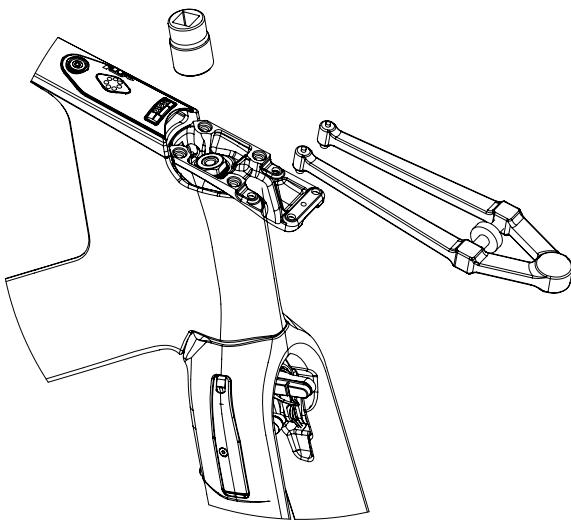

Fig. 11
- 1- Maintenir la fourche pour ne pas qu'elle tombe, et défaire l'écrou de serrage potence ⑥ à l'aide d'une clé à douille 6 pans de 18mm. Mettre de côté l'écrou.
- 2- S'il s'agit du premier montage, retirer la pièce plastique rouge ⑤ .
- 3- Insérer la partie inférieure de la potence ① sur la fourche, en s'assurant que le jeu de direction soit correctement installé. Veiller à faire passer la gaine de frein arrière dans le trou oblong de la potence.
- 4- Appliquer 3 gouttes de frein-filet normal (type Loctite bleue 243) sur le taraudage de l'écrou ⑥.
- 5- Remettre en place l'écrou ⑥ et serrer au couple de **55Nm**. Cette opération nécessite de bloquer la fourche, pour cela utiliser une clé à ergot (Fig. 11) positionnée dans les perçages de la potence servant à la fixation du cintre. Durant le serrage, le système de clavette permet un auto-alignement de la potence avec la fourche.
6- Enfiler alors la fourche, puis remonter la potence et pré-visser l'écrou ①. Le serrer au couple de 55Nm en maintenant la potence par les trous de fixation du cintre avec une clé a ergot. (Cf. § AEROFLAT STEM - Fig. 11)